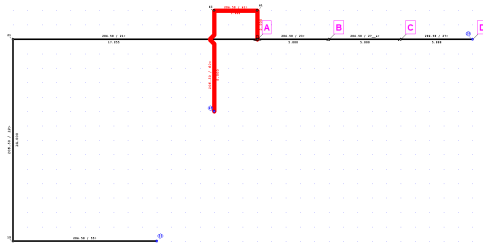

Abbildung 2.5.2: Erstellung und Markierung des Teilsystems
**Kopieren** Mit **Bearbeiten** > **Kopieren** oder  kann das Rohrnetz um symmetrische Teilsysteme erweitert werden. Dazu muss das gewünschte Teilsystem vorher markiert werden und es muss ein Basispunkt definiert werden. Für weitere Informationen, siehe die späteren Anweisungen zu Abb. 2.5.2.
Zunächst wird das zu kopierende Teilsystem erstellt und anschließend mit **Bearbeiten** > **Markieren** oder  markiert (s. Abb. 2.5.2). Mit den folgenden Schritte wird das Teilsystem dupliziert: